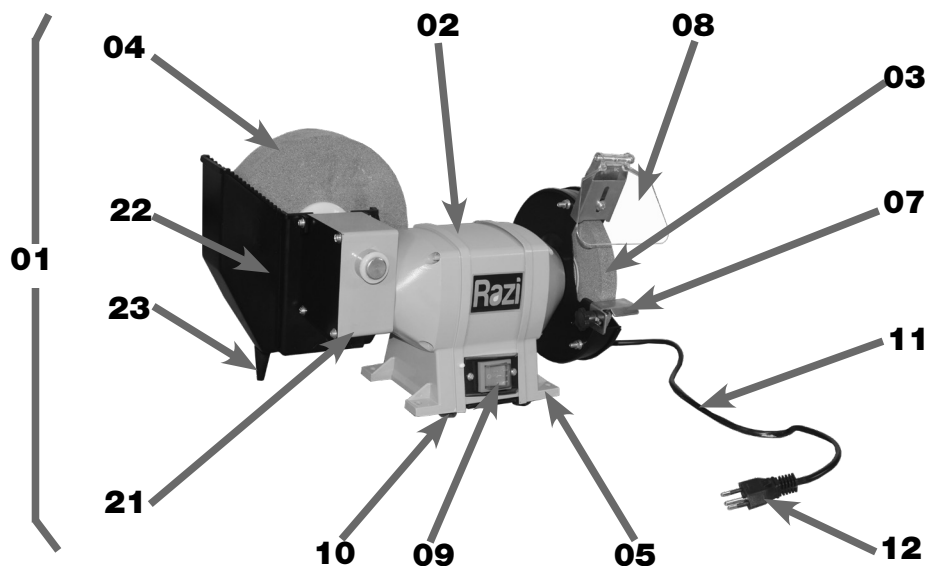

FIGURA 01 – Moto Esmeril Afiador
Em caso de EMERGÊNCIA, AÇIONAR rapidamente a Interruptor Liga/Desliga (09) e DESCONECTAR o Plugue de Alimentação (12) (figura 01) da tomada.
Quando houver intervenção de manutenção sobre a máquina, é necessário DESLIGAR a Interruptor Liga/Desliga (09) e DESCONECTAR o Plugue de Alimentação (12) da tomada (figura 01), ou seja, da rede elétrica de energia. Desta forma, a máquina não oferece RISCO DE CHOQUE ELÉTRICO;
SEMPRE durante qualquer operação de desbaste ou afiação, a Proteção Frontal (08) (figura 01) deve estar posicionada para baixo;
O **MOTO ESMERIL AFIADOR RZ-EA370** da **Razi** foi desenvolvido pelos critérios de qualidade, segurança, modernidade e tecnologia, a fim de atender as necessidades do usuário, em conformidade com as normas técnicas aplicáveis (figura 01).
O Moto Esmeril Afiador (01) é composto basicamente pelos conjuntos do Corpo (02), Rebolo de Desbaste (03) e Rebolo de Afição (04) (figura 01).
O conjunto do Corpo (02) é formado por peças de alumínio injetado, resistentes e rígidas, as quais alojam em seu interior o motor e na sua parte inferior a Base de Fixação (05) (figura 01).
Este motor possui eixo duplo, ou seja, um eixo em cada lado do Corpo (02) (esquerdo e direito). Nessas pontas de eixo são acoplados os conjuntos do Rebolo de Desbaste (03) e Rebolo de Afição (04) (figura 01).
Na parte inferior do Corpo (02) está localizado o Interruptor Liga/Desliga (09) responsável por acionar e parar o movimento de giro dos Rebolos (03) e (04) (figura 01). Sob o a Base de Fixação (05) estão localizados os Pés de Borracha (10) que apoiam o Moto Esmeril (01) (figura 01).
O conjunto do Rebolo de Desbaste (03) é composto pelo Rebolo (03), a Tampa de Proteção do Rebolo (06), a Base de Apoio (07) e a Proteção Frontal (08) (figura 01 e 02).
O conjunto do Rebolo de Afição (04) é composto basicamente pela Caixa de Redução (21), responsável por reduzir a rotação do Rebolo (04), a fim de possibilitar uma melhor afiação nas facas, e o Reservatório de Água (22) (figura 01 e 02).
Na parte inferior do Reservatório (22) encontra-se o Apoio do Reservatório (23), responsável por dar estabilidade ao Moto Esmeril Afiador (01), servindo também como um dreno do Reservatório (22) quando é retirado (figura 01).